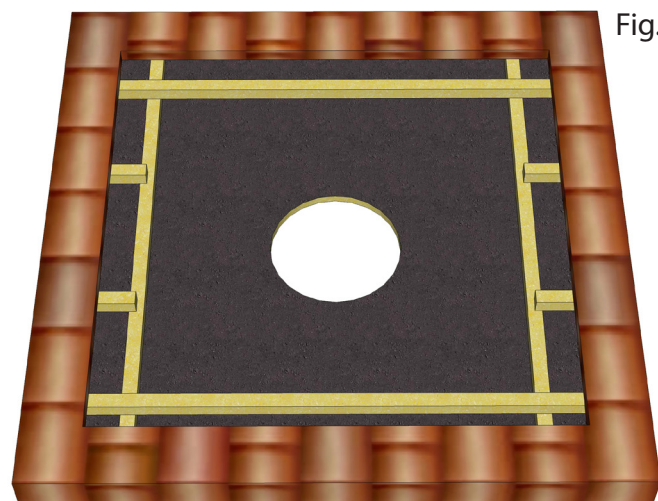

Fig.39
Sag et hull som er minst 50 eller 100 mm større enn skorsteins ytre foringsrør (avhengig av valgt tempklasse for skorstein) (Husk å ikke lage hull som er for stort i forhold til monteringen av underbeslaget). Hullet i det ytre taket kan enten lages firkantet / rektangulært (avhengig av takhellingen) eller rundt / ovalt (avhengig av takhellingen). Ved hulltakning fjernes lekter i den grad det er nødvendig for at underbeslaget skal plasseres uhindret mot undertak i yttertaket (f.eks. mot taktro). (Se fig. 39 og 40)
2. Begynn med å fjerne strølekter og lekter (sløyfer) i nødvendig omfang, snitt eventuelt opp underpapp slik at den øvre delen av underbeslaget kan skyves under pappen (se fig. 39). Plasser underbeslaget på undertaket med en avstand på 36 cm mellom den nederste gavl og øverste gavl, plasser den nedre beslaget (OBS! Du må måle denne dimensjonen horisontalt, dvs. med et vater som ligger fra toppen) med overlappingen riktig slik at ikke kondensvann kan renne inn under braketten uten å passere overlappingen (hvis du bruker det faste underbeslaget kan ikke evt kondensvann komme inn under beslaget).